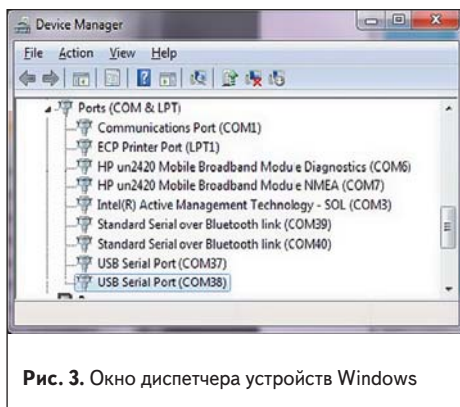

Рис. 3. Окно диспетчера устройств Windows
- Операционная система должна распознать FTDI-преобразователь и автоматически установить драйверы. В диспетчере устройств Windows должны появиться два новых виртуальных COM-порта (рис. 3).